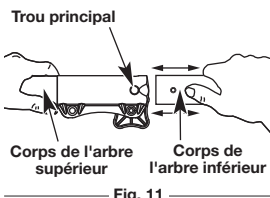

Fig. 11
3. Tenez fermement le corps de l'arbre supérieur et retirez l'accessoire de coupe ou autre du coupleur EZ-Link^{MC} (Fig. 11).
2. Tenez fermement l'accessoire et enfoncez-le tout droit dans le coupleur EZ-Link^{MC} (Fig. 11).